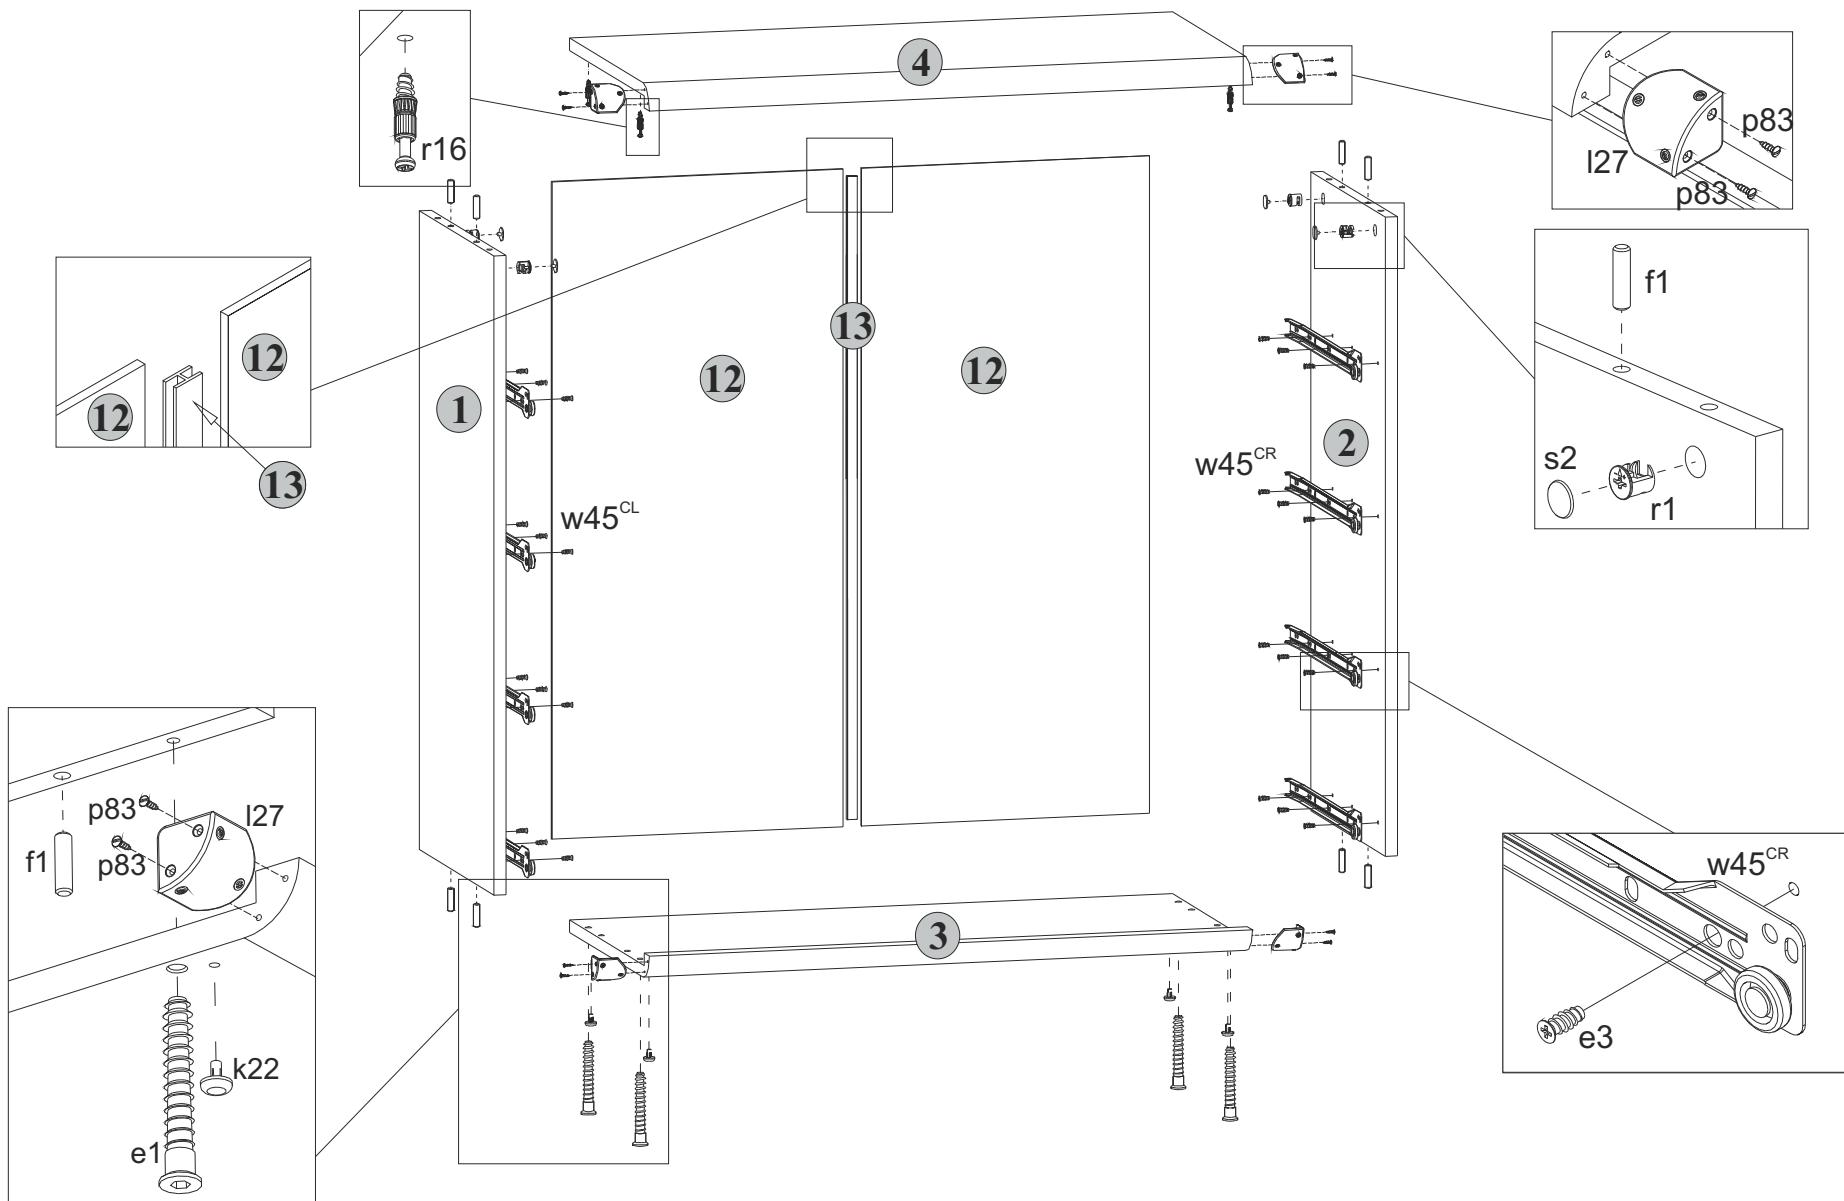

Рис. 2
эксцентриковые r1 (см.рис. 2).
5.5 В отверстия диаметром 5 мм на нижней поверхности щита верхнего 4 вкрутить винты стяжки r16, пользуясь крестообразной отверткой (см.рис. 2).
5.6 В отверстия диаметром 4,5 мм на нижней поверхности щита нижнего 3 вставить опоры полимерные k22 (подпятники) (см.рис. 2).
5.8 К стенкам боковым 1 и 2 присоединить щит нижний 3 и стянуть еврошурупами e1, пользуясь специальным ключом z1 из комплекта фурнитуры (см.рис. 2).
5.2 В отверстия диаметром 8 мм на верхних и нижних кромках стенок боковых 1 и 2 вбить деревянные шканты l1 (см.рис. 2).